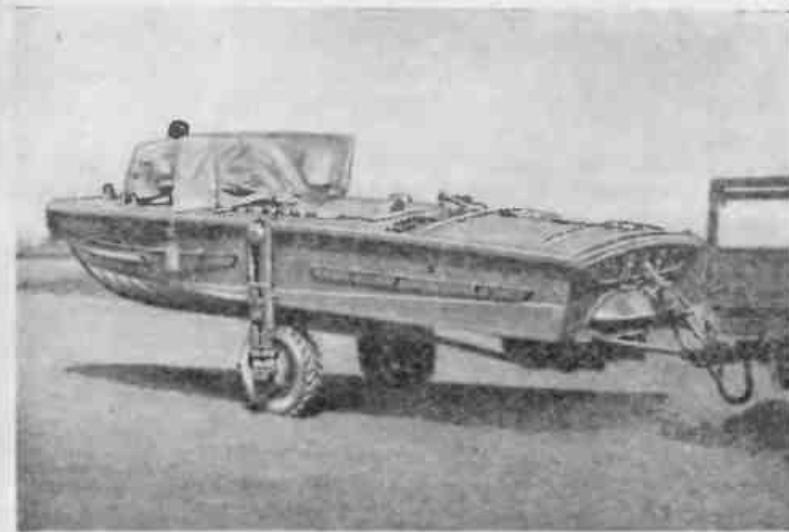

Рис. 25. Катер в транспортном положении
56. Транспортировка катера по суше (рис. 25) осуществляется на собственной ходовой части буксиром за автомобилем ЗИЛ-151 (ЗИЛ-150) по дорогам, допускающим движение автотранспорта. Скорость автомобиля с катером на асфальтобетонных дорогах, а также на булыжных шоссе и грунтовых дорогах хорошего качества может быть макси-